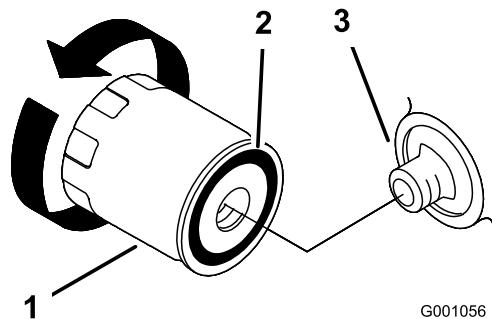

Bild 48
7. Entfernen Sie den AltfILTER (Bild 47 und Bild 48) und wischen Sie die Dichtfläche am Anbaustutzen ab.